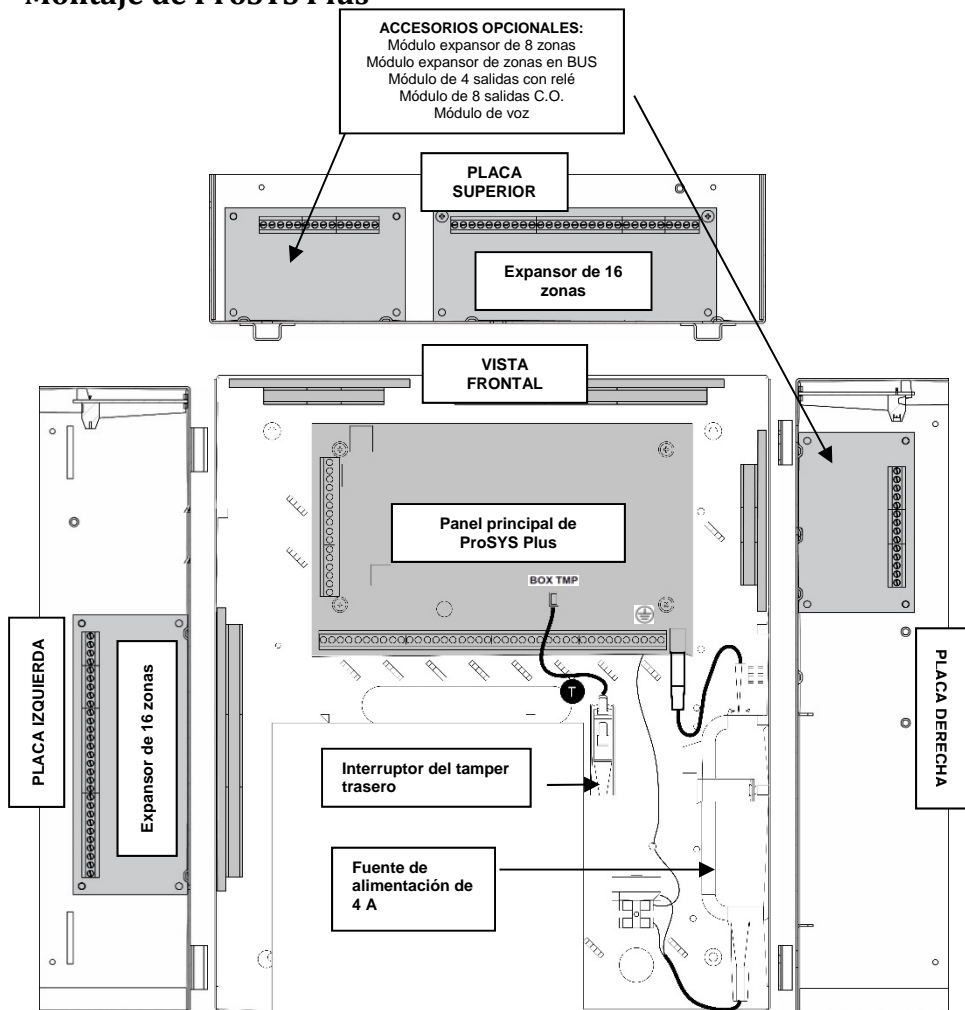

Figura 2
1. Instalar la placa de ProSYS Plus tal como se indica arriba (Figura 2).
3. Conectar el cable del tamper trasero ① al conector BOX TMP.